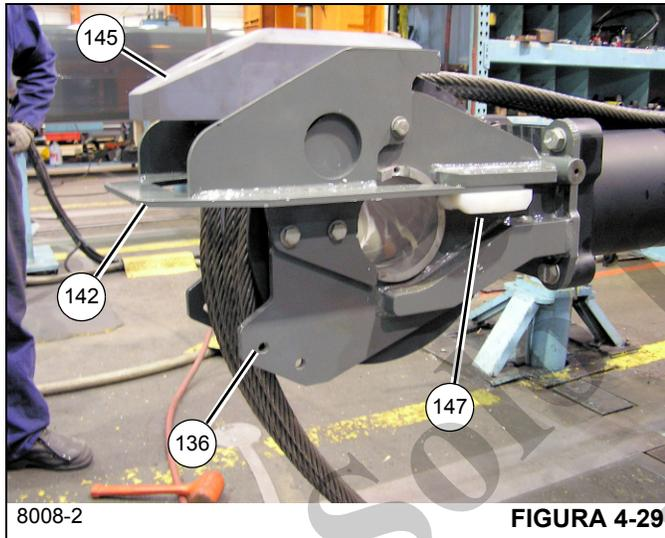
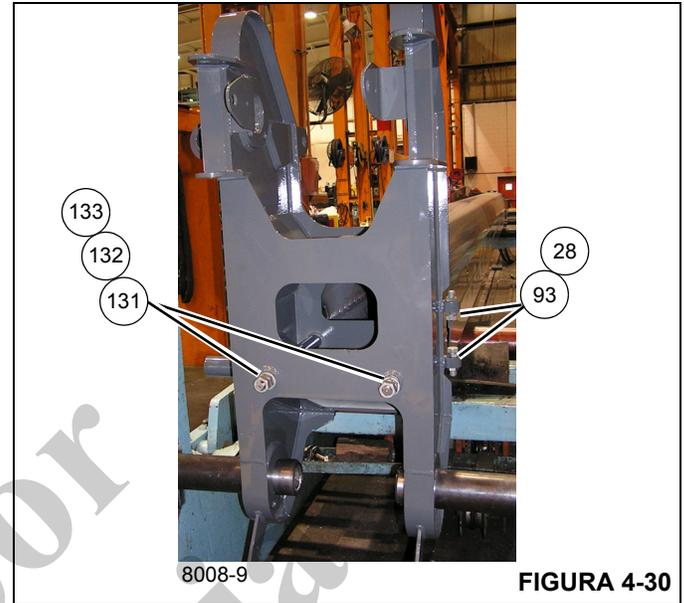

FIGURA 4-29
FIGURA 4-30
- Instale el miembro soldado del carruaje (142) (vea la Figura 4-29) sobre el miembro soldado de montaje de polea del cilindro telescópico (136) utilizando los seis pernos (20) y las arandelas planas (143).
- Instale las almohadillas amortiguadoras (147) en los lados del miembro soldado del carruaje (142) con los cuatro pernos (19) y las arandelas planas (143); compruebe que el lado biselado de cada almohadilla esté orientado hacia afuera (vea la Figura 4-29).
- Monte la almohadilla de carruaje inferior (145) en el miembro soldado del carruaje (142) utilizando los pernos (44, 146) (vea la Figura 4-29).
- Instale la almohadilla de carruaje superior (144) en el miembro soldado del montaje de la polea del cilindro telescópico (136) utilizando los cuatro pernos (19), las arandelas de seguridad (17) y las arandelas planas (16).
- Instale dos graseras (106) en cada extremo del eje hueco (141) y añada grasa hasta que salga por las poleas.
- Coloque la sección telescópica 4 (5) en la parte delantera del cilindro telescópico (6) con el lado superior hacia abajo y coloque la sección telescópica 4 (5) en unos soportes adecuados.
- Instale los dos cables de retracción de la sección telescópica 4 (131) a través del interior de la sección telescópica 4 (5) y fije la punta de la pluma con las cuatro tuercas (133) y las dos arandelas (132) (vea la Figura 4-30).